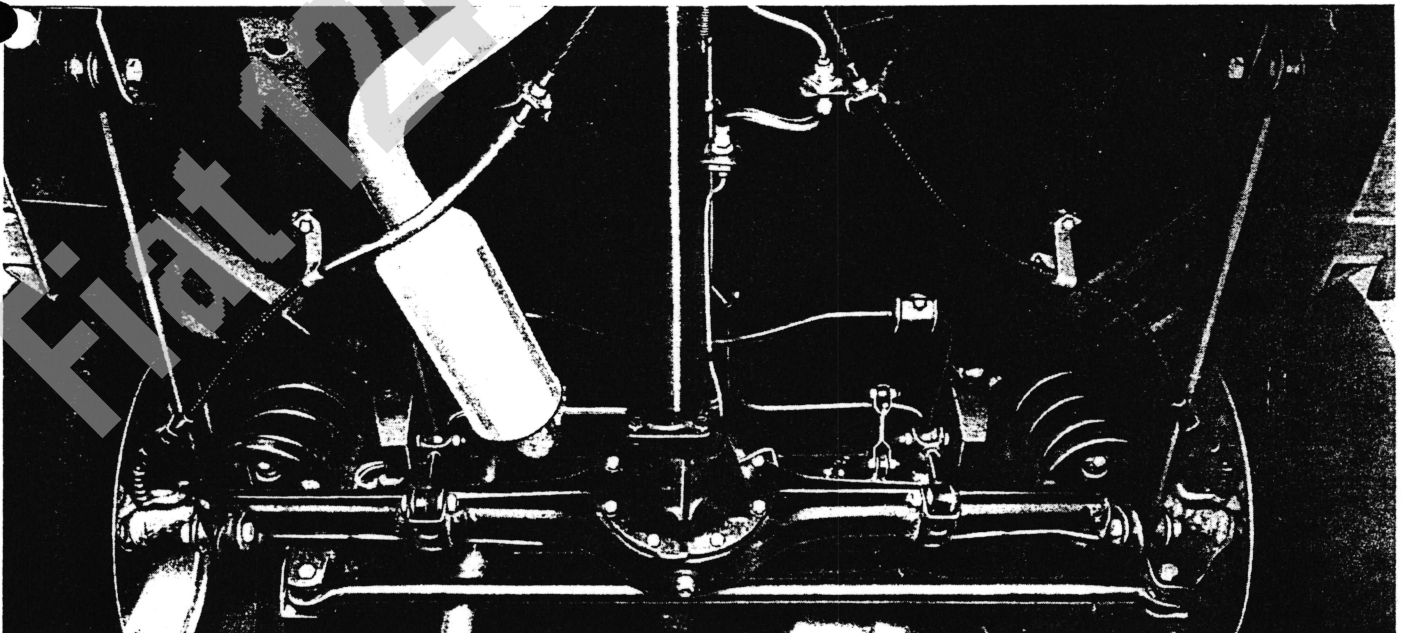

Abb. 55. - Hintere Aufhängung am Wagen montiert, von vorne gesehen.
- hinten (Abb. 55) zwei Schraubenfedern mit zwei